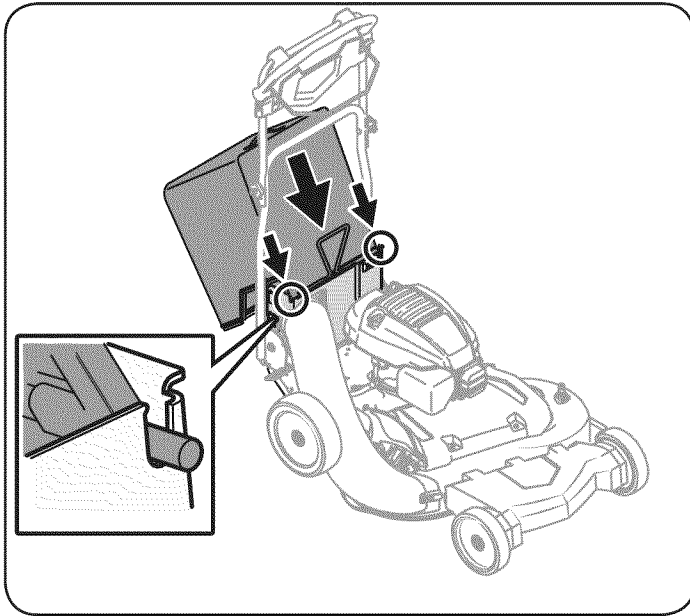

Figura 12
2. Coloque la embolsadora dentro de las ranuras de la ménsula de soporte de descarga trasera. Consulte el recuadro Figura 12.
NOTA: El motor está equipado con un twist-off de plástico o metal tapa de cabeza cuadrada. Consulte la Figura 12 inserciones.